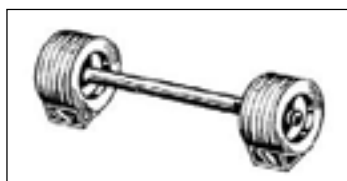

Figure 4
9. Pour de meilleurs résultats de traction, le moteur du véhicule doit tourner, la boîte de vitesses doit être en position de point mort, le frein à main doit être serré et les roues doivent être solidement calées (voir la figure 4).